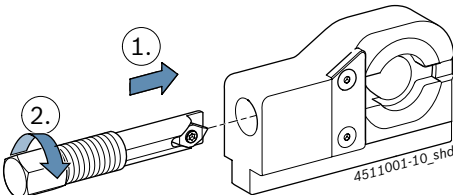

Fig. 11: Fixer la vis de serrage
4. Pousser la vis de serrage dans l'outil de démontage comme dans le Fig. 11 et faire tourner dans le filetage.